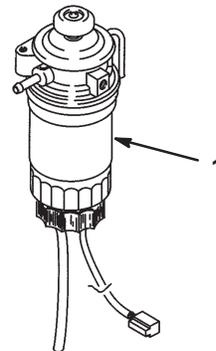

Bild 37
1. Reinigen Sie den Anbaubereich der Filterglocke (Bild 37).